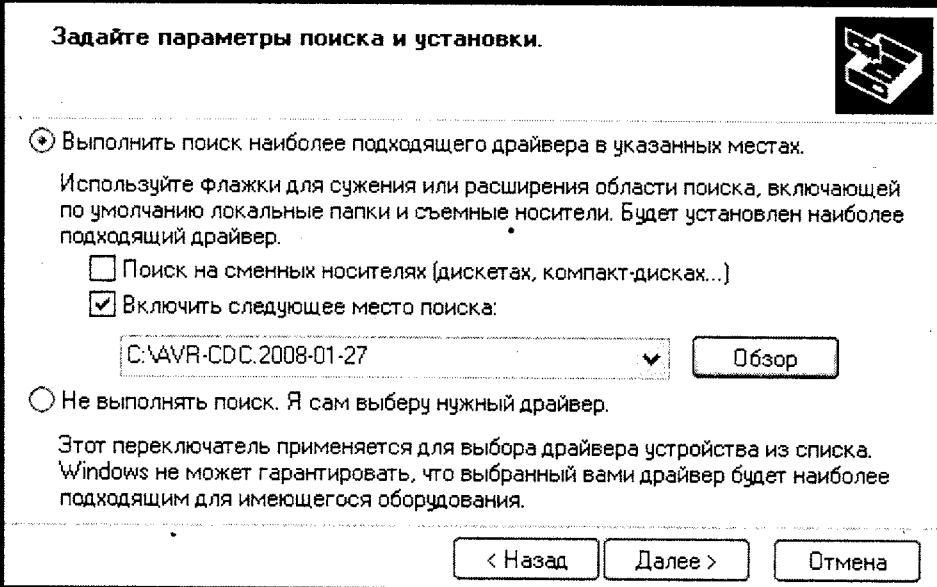

Рис.11
- 3) Дождаться появления меню «Мастер нового оборудования». Поставить точку в пункте «Установка с указанного места», нажать «Далее». В пункте «Обзор» указать папку C:\AVR-CDC.2008-01-27, где находится файл «avrcdc.inf» (рис.11), нажать «Далее». Дождаться сообщения: «Мастер завершил установку программы», нажать «Готово». Если появится надпись о том, что программное обеспечение не тестировалось на совмести-